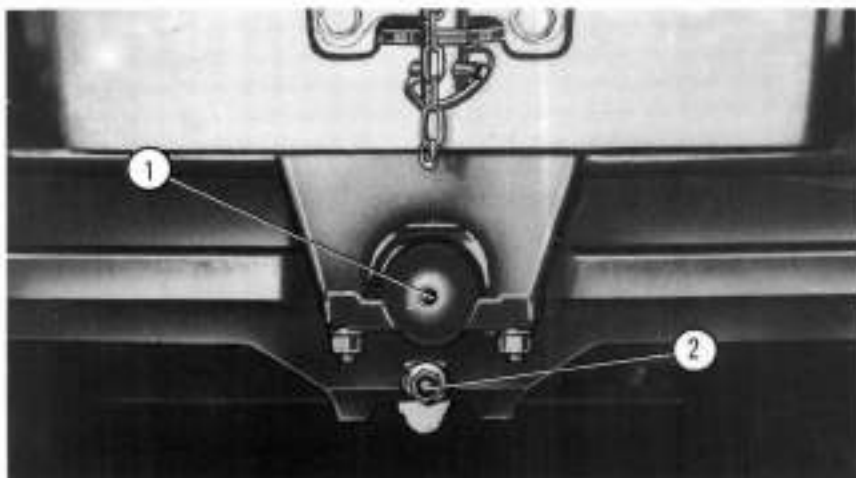
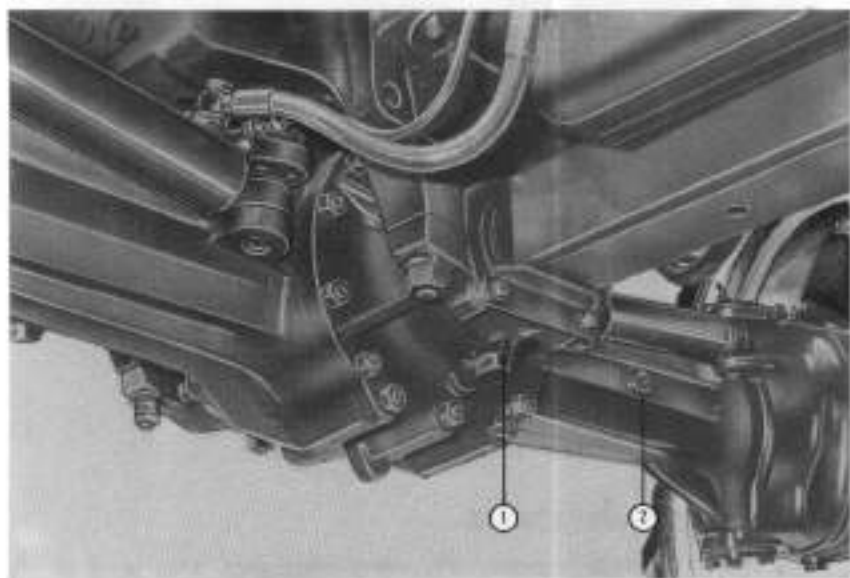
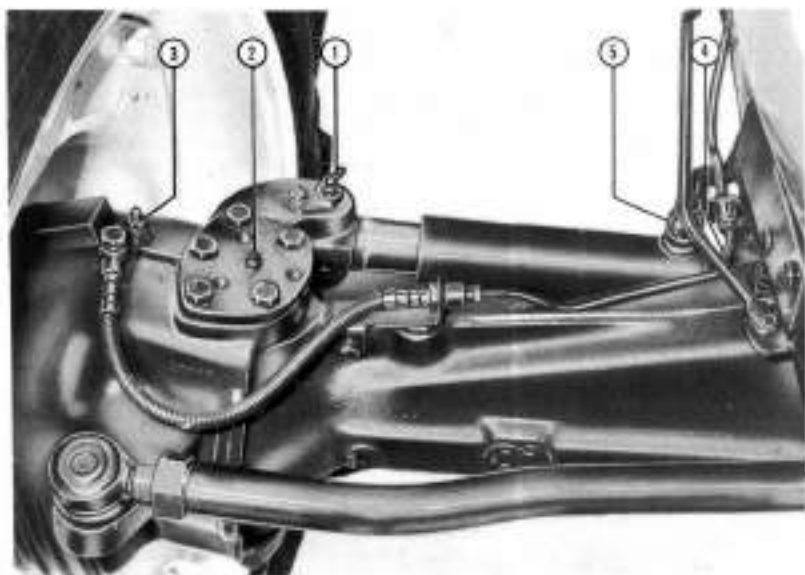
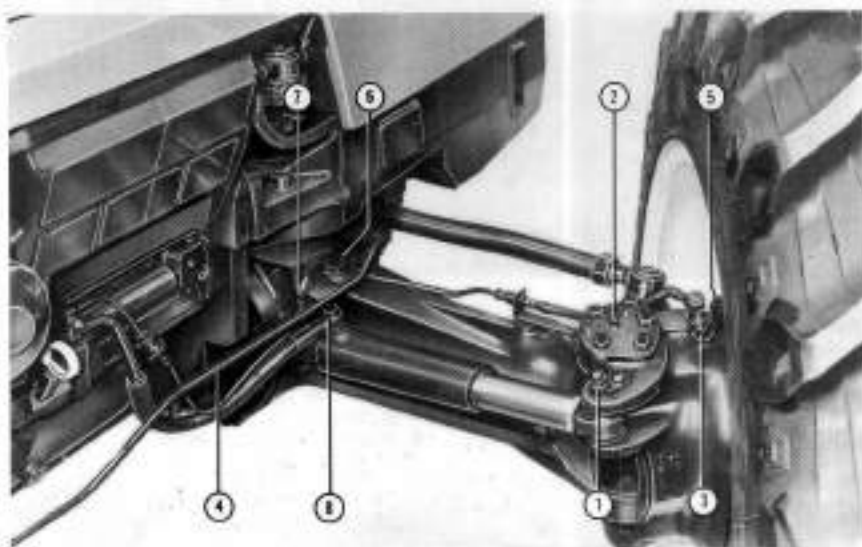

Fig. 25
Fig. 26
Fig. 27
Fig. 28
Au cas où le tracteur serait équipé de freins avant, répéter les mêmes opérations sur le frein avant droit, en agissant sur le clapet de purge (3 fig. 28). Ensuite agir de la même façon sur le frein gauche arrière et sur le frein gauche avant.
**Toutes les 150 heures:** vérifier le niveau d'huile au moyen du trou prévu à cet effet (2 fig. 26).
**Toutes les 1200 heures:** remplacer l'huile en le laissant s'écouler à travers le trou de vidange (2 fig. 25) et en introduisant de l'autre par le trou (6 fig. 28).
**Toutes les 1200 heures:** graissage (1 fig. 25 + 1 fig. 26)
**Toutes les 50 heures:** graisser les pivots d'articulation et les articulations (1-4 fig. 26) et (1-7 fig. 28) des vérins.
- dévisser les deux raccords (5 fig. 27 et 8 fig. 28), se trouvant sur les vérins du pont avant;